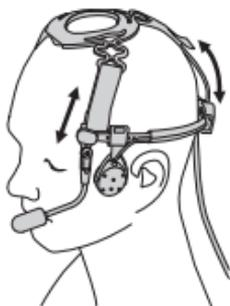

Figure 2 : Port du transducteur temporel robuste
1. Portez le transducteur temporel robuste comme illustré dans la Figure 2.